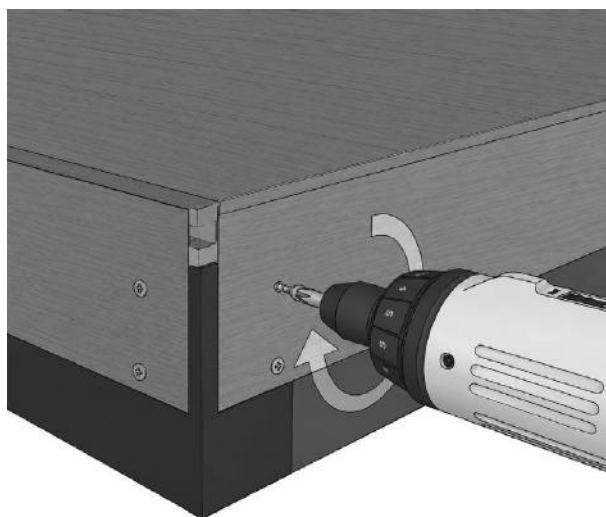

FIG. 23 – TABLA FRONTAL FIJADA PARA OCULTAR EL CANTO RANURADO DE LA TARIMA
- 01 Alinee el canto superior de la tabla frontal con la parte superior de la tarima para ocultar el canto ranurado de la tarima (fig. 23).